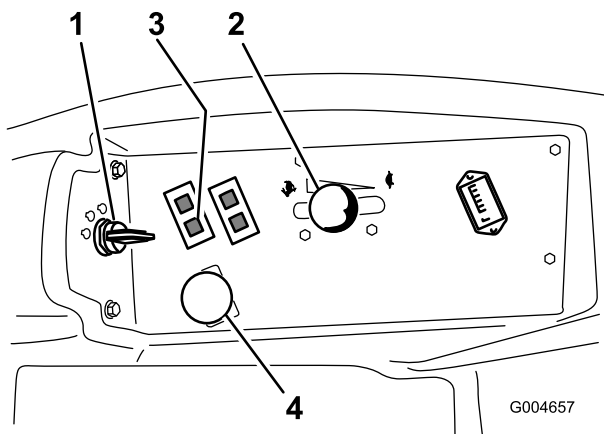

Figure 44
4. Placez la commande de prise de force (PDF) en position désengagée (Figure 44).
5. Réglez la commande d'accélérateur à mi-course entre les positions bas et haut régime (Figure 44).